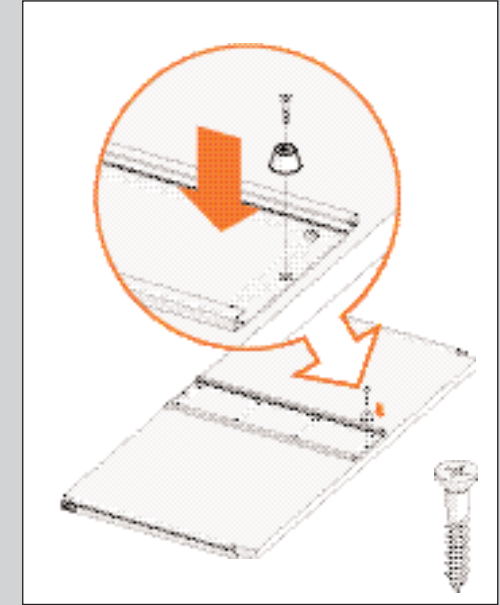

ABBILDUNG 75
2. Befestigen Sie den Stopper im hinteren Loch in der Schienenmitte (siehe Abb. 75).